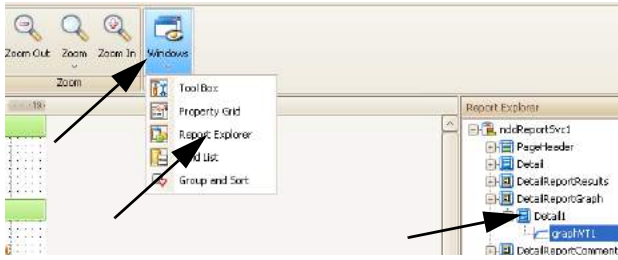

Abb. 10-8: Softkey Windows, Report Explorer, Detail Report Graph
- Wählen Sie **Windows** und danach **Report Explorer** (Abb. 10-8:).
- Wählen Sie **Detail Report Graph** (Abb. 10-8:).
- Klicken Sie auf den kleinen Pfeil rechts im Fenster „Detail Report Graph“ (Abb. 10-8):